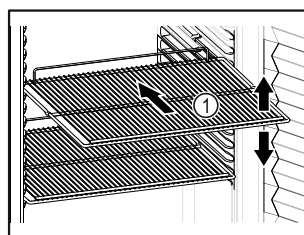

Fig. 86 Exempel
- Om gallren Fig. 86 (1) kan flyttas om ska de anpassas på höjden.